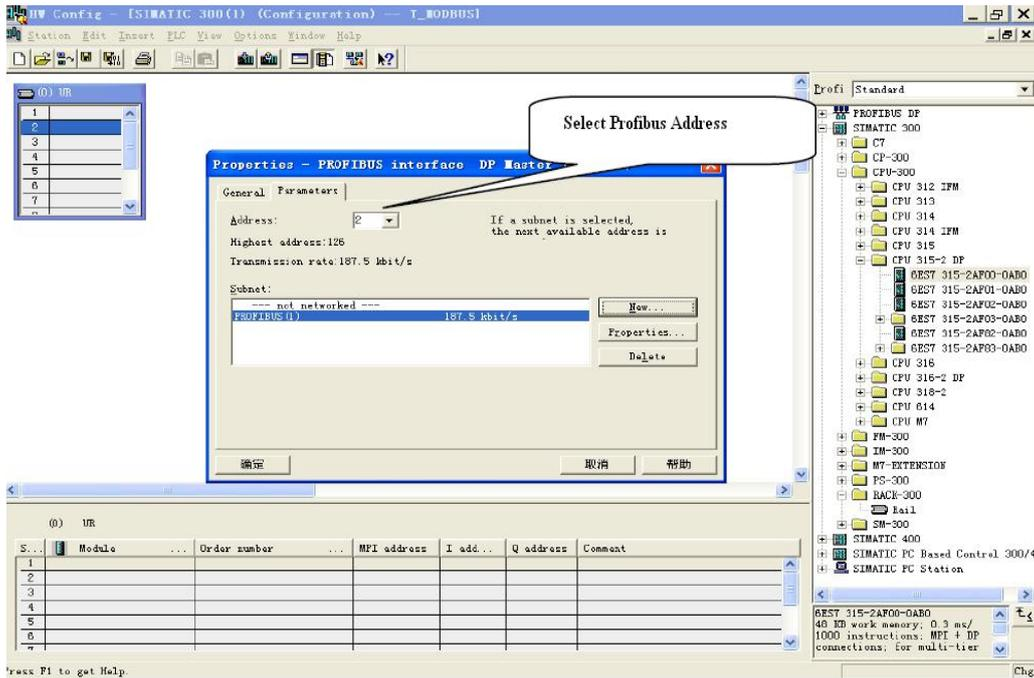

图 9
10. 选择 PROFIBUS DP Master station 地址, 如图 9: